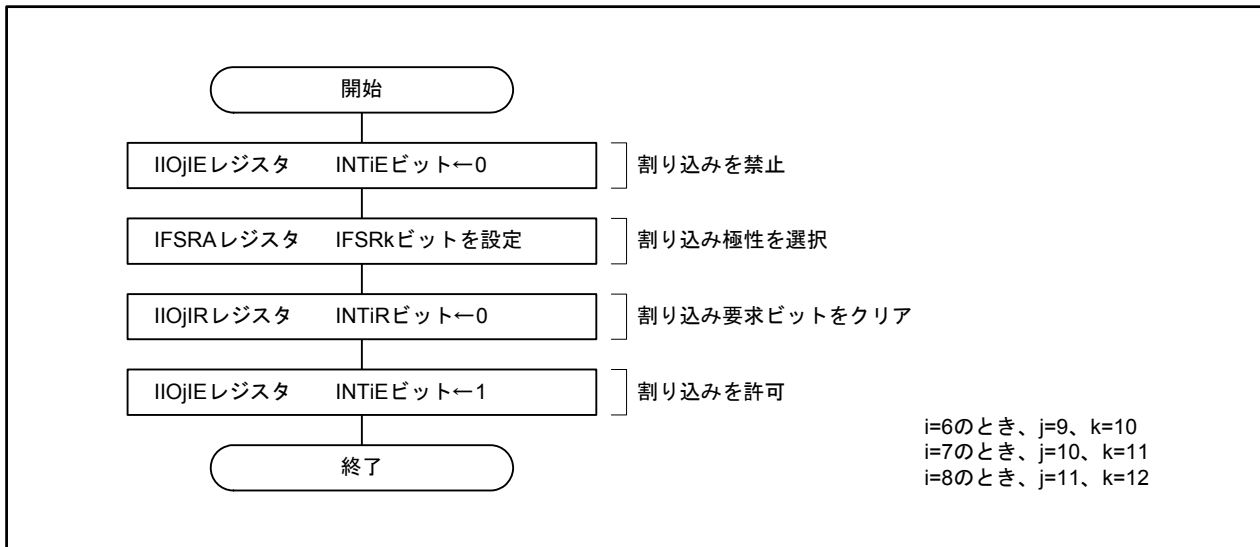

図 28.4 $\overline{\text{INT}}_i$ 割り込み ($i=6 \sim 8$) 発生要因の設定手順
- $\overline{\text{INT}}_6 \sim \overline{\text{INT}}_8$ 端子の極性を切り替えるときに、 IIOjIR レジスタ ($j=9 \sim 11$) の対応するビットが “1” (割り込み要求あり) になることがあります。切り替えた後、これらのビットを “0” (割り込み要求なし) にしてください。図 28.4 に $\overline{\text{INT}}_i$ 割り込み ($i=6 \sim 8$) 発生要因の設定手順を示します。